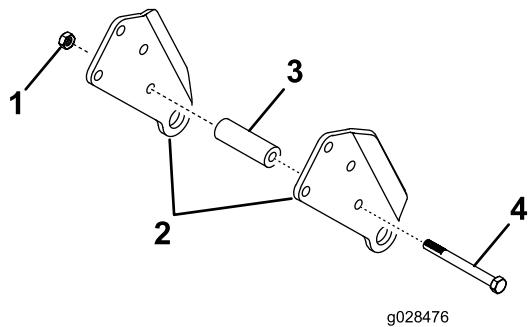

Figura 1
- Monte sem apertar cada conjunto dos suportes da articulação traseira com um tubo articulado, um parafuso (3/8 x 3-3/4 pol.) e uma porca de bloqueio (3/8 pol.) utilizando os furos que se mostram na Figura 1.